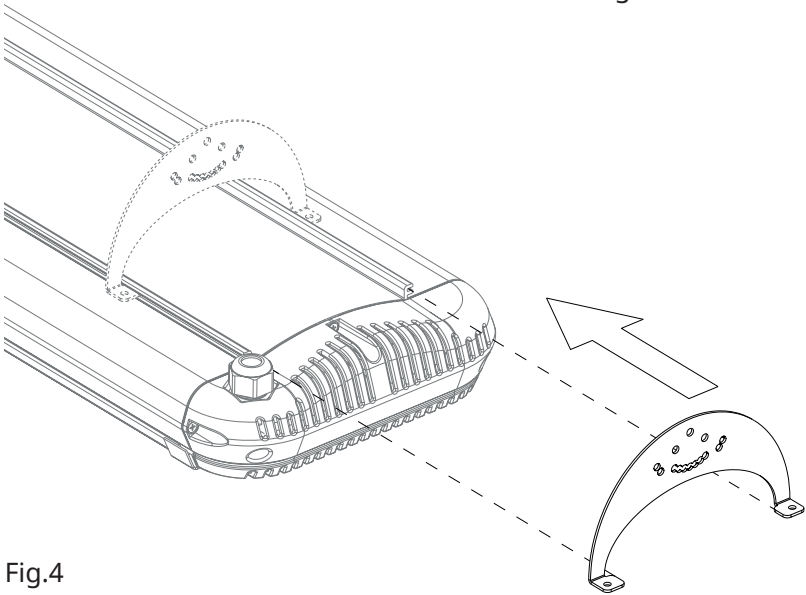

Fig.4
3. Plaats de boogvormige beugels in de speciale rail op de bovenkant van de straler. Fig.4.